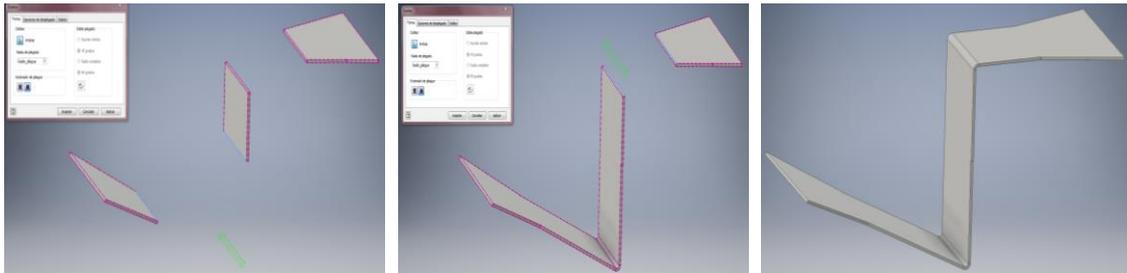

Ilustración 73. Dobles rectos formados por caras perpendiculares. Comando Doble. Crear.
- Esta opción solo se habilita cuando las caras son paralelas y no coplanares, es decir, en diferente plano. En caso contrario se generaran pliegues rectos, *Ilustración 73.*